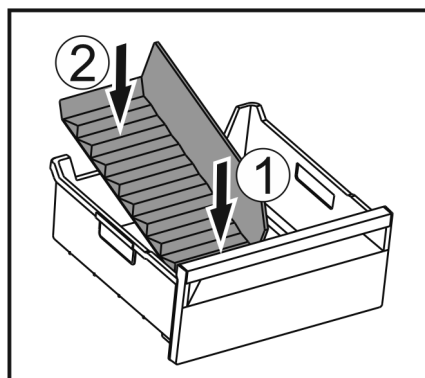

Fig. 187
- Inserire la parte anteriore del divisore dello scomparto del ghiaccio. Fig. 187 (1)
- Abbassare la parte posteriore del divisore dello scomparto del ghiaccio fino al fondo del cassetto. Fig. 187 (2)